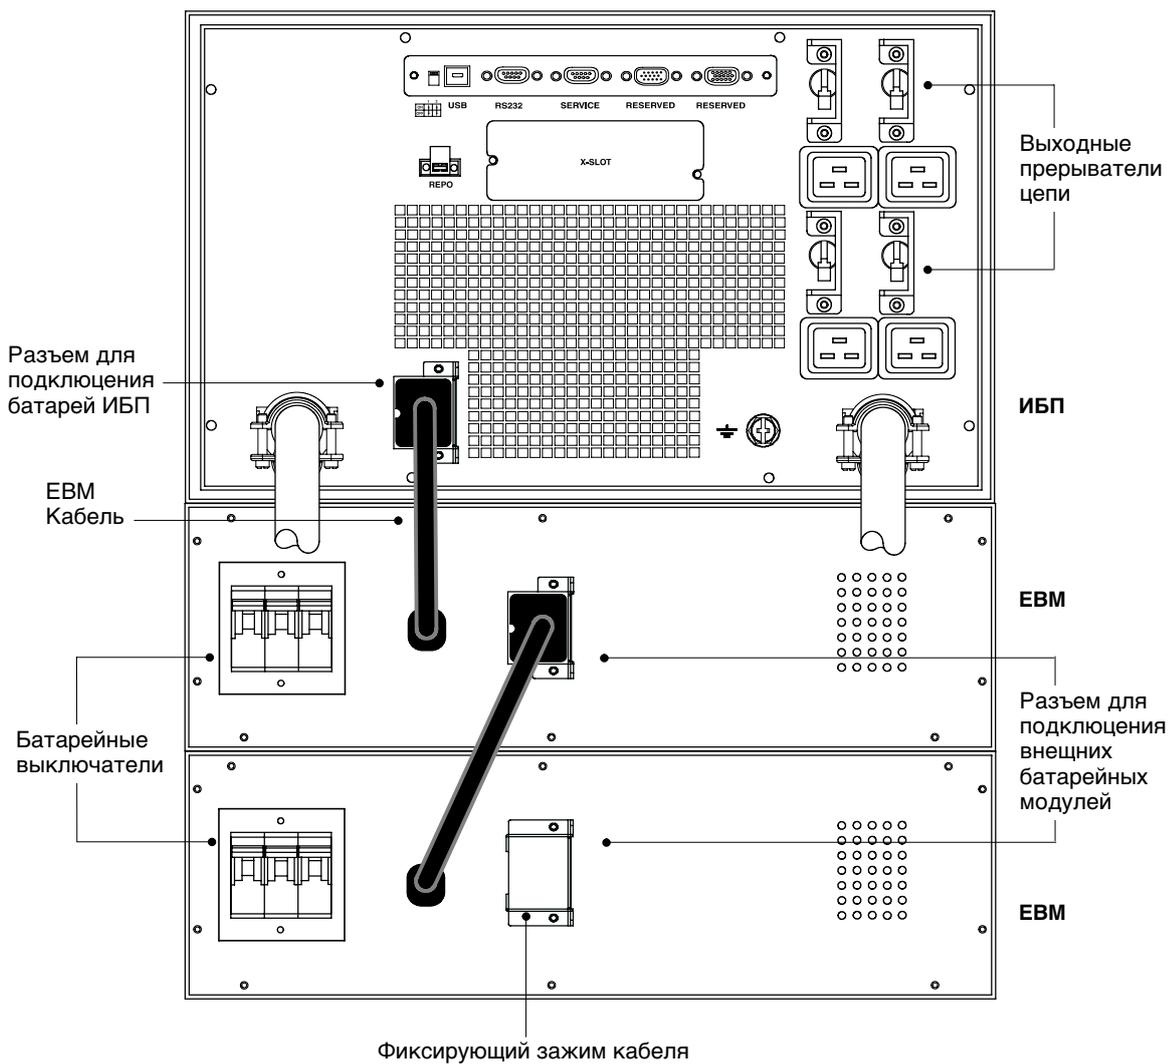

Рисунок 26. Стандартная установка ЕВМ
1. Убедитесь в том, что выключатели на задней панели ИБП находятся в выключенном положении [OFF (O)] — см. рис. 26 на стр. 22.
- Убедитесь, что все выключатели цепи находятся в выключенном [OFF (O)] положении (см. рис. 26).
- Вставьте кабель дополнительного батарейного модуля (одного или нескольких) в батарейный разъем как показано на рис. 26. Допускается подсоединение к ИБП до 4-х дополнительных батарейных модулей.